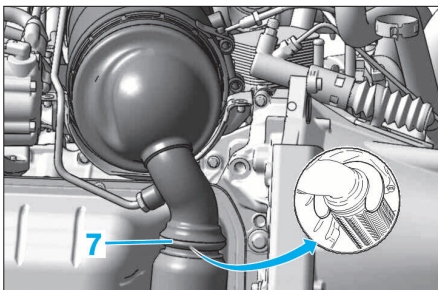

FIG. 56
- lors de la repose du filtre à particules, vérifier le bon positionnement de celui-ci par rapport au flexible d'échappement en intercalant la cale de positionnement (livrée dans le kit de remplacement) (Fig.56).